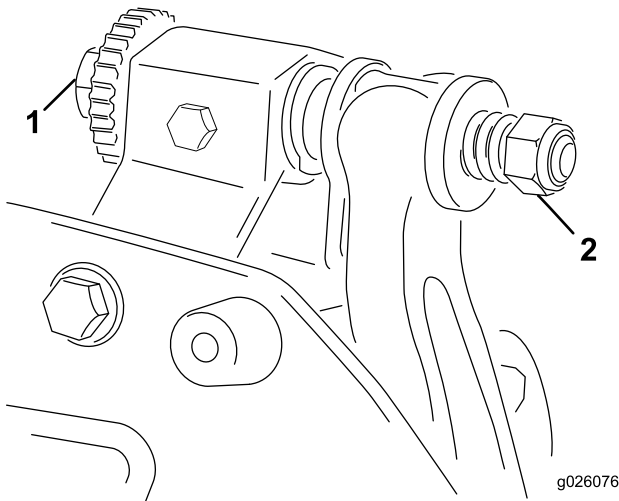

Figura 10
2. Incline la unidad de corte para tener acceso a la contracuchilla y el molinete. **Asegúrese de que ni las tuercas ni la parte de atrás de los tornillos de ajuste de la barra de asiento descansan sobre la superficie de trabajo (Figura 10).**